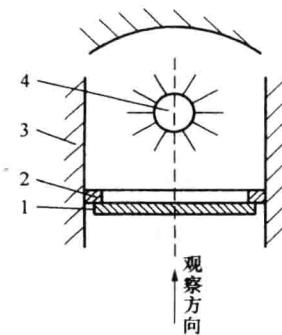

图 1-6 活塞环漏光度的检查
③ 活塞环漏光度的检查。如图 1-6 所示，将活塞环放入标准汽缸内孔中，用活塞将该环推平，在活塞环的一侧放置一光源，然后从另一侧观察活塞环的漏光度。若一处偏光度超过 $60''$ ，或几处漏光度之和超过 $60''$ ，则表明该活塞环与汽缸贴合不良，应予以更换新环。
(4) 活塞表面拉伤、划伤或过度磨损